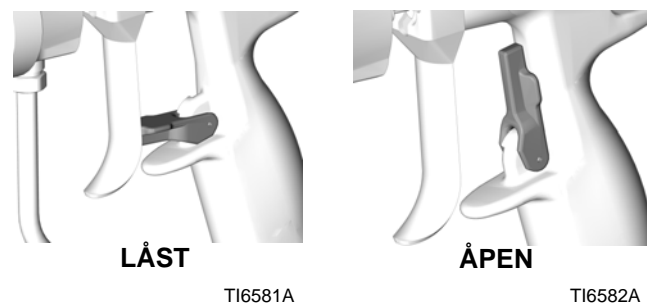

FIG. 13
1. Aktiver avtrekkersikringen. Se FIG. 13.
4. Slå av avtrekkersikringen. Se FIG. 13.
7. Aktiver avtrekkersikringen. Se FIG. 13.